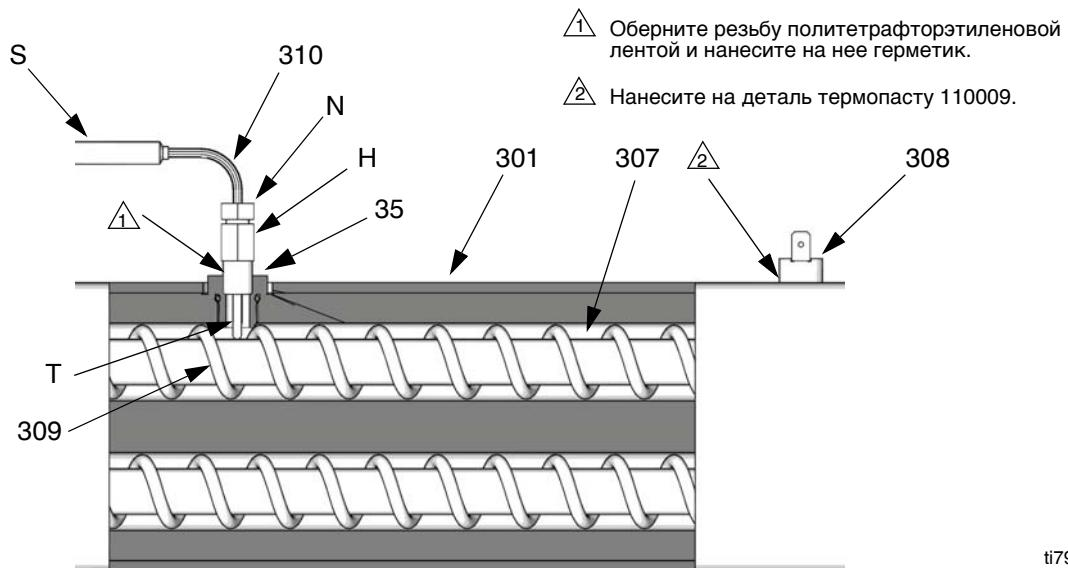

Рис. 7. Термоэлемент
7. См. Рис. 7. Ослабьте зажимную гайку (N). Снимите термоэлемент (310) с нагревательного элемента (301), затем снимите с термоэлемента корпус (H). Не снимайте переходник термоэлемента (305), если это возможно. Если переходник необходимо снять, убедитесь в том, что смеситель (309) не препятствует его замене.
8. Замените термоэлемент (см. Рис. 7).
- a. Снимите с наконечника (T) термоэлемента защитную ленту.
- b. Оберните наружную резьбу лентой из политетрафторэтилена и нанесите на нее герметик; привинтите корпус (H) термоэлемента к переходнику (305).
- c. Протолкните термоэлемент (310) внутрь, чтобы наконечник (T) касался нагревательного элемента (307).
- d. Держа термоэлемент (T) рядом с нагревательным элементом, затяните зажимную гайку (N) на оборота после натяга.
9. Протяните провода (S) в шкаф и соедините их со жгутом, как ранее. Подключите провода к плате.
11. Включите нагреватели А и В для их одновременной проверки. Их температура должна повышаться с одинаковой скоростью. Если температура одного из нагревателей ниже температуры другого, ослабьте зажимную гайку (N) и затяните корпус (H) термоэлемента так, чтобы наконечник (T) термоэлемента касался нагревательного элемента (307).
- Отсоедините один токоподводящий провод от реле перегрева (308) [см. Рис. 7]. Проверьте реле с помощью омметра. Сопротивление должно составлять приблизительно 0 Ом.
- Если реле не прошло испытание, отсоедините провода и выкрутите винты. Выбросьте неисправное реле. Нанесите на детали термопасту 110009, установите новое реле в том же месте на корпусе (301) и закрепите его винтами (311). Подсоедините обратно провода.